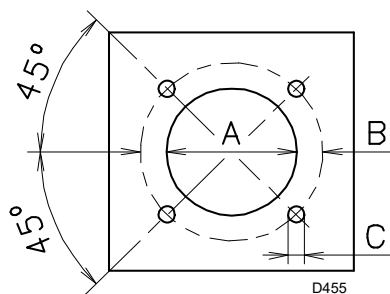

Abb. 11
Die Verschlussplatte der Brennkammer gemäß Abb. 11 aufbohren. Die Position der Gewindebohrungen kann mit dem zur Grundausstattung gehörenden Wärmeschild ermittelt werden.
- Den gesamten Brenner in das vorher vorbereitete Bohrloch des Heizkessels einpassen, wie in Abb. 11 dargestellt, und mit den beige packten Schrauben befestigen.